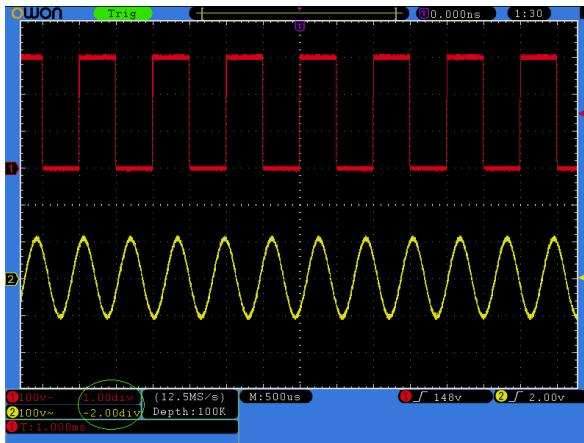

Рисунок 5.11. Информация о положении осциллограммы по вертикали
- Когда положение осциллограммы по вертикали изменяется, измененная величина смещения для данного канала отображается в левом нижнем углу дисплея (см. рисунок 5.11).